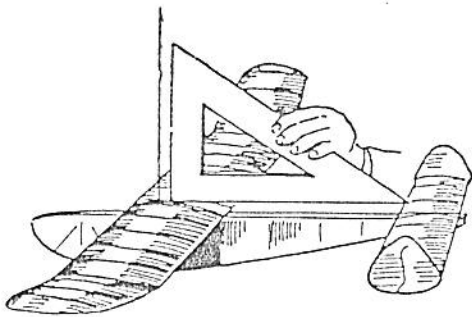

Fig. 144. — Centrage par suspension.
a) Suspendre l'appareil par un fil attaché au bracelet de caoutchouc fixant l'aile au fuselage. Ce fil doit être situé exactement au point de centrage indiqué sur le plan (fig. 144).